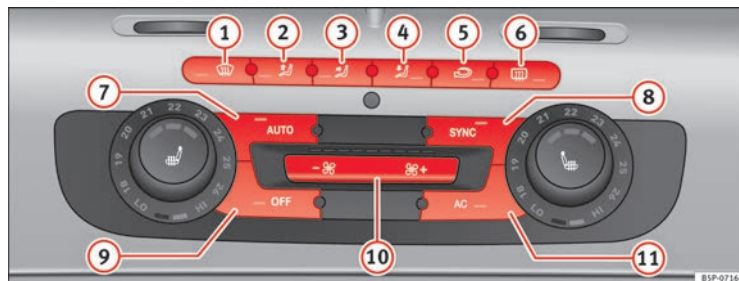

Fig. 128 Sur la planche de bord : éléments de commande du Climatronic bi-zone
- Tournez les molettes de régulation de la température ⇒ fig. 128 pour régler la température du côté gauche et droit respectivement.
- Appuyez sur la touche **AUTO** ⇒ fig. 128. « AUTO High » apparaît sur l'afficheur de l'autoradio (grande vitesse de la soufflante).
- Appuyez de nouveau sur la touche **AUTO** ⇒ fig. 128. « AUTO Low » apparaît sur l'afficheur de l'autoradio (basse vitesse de la soufflante).